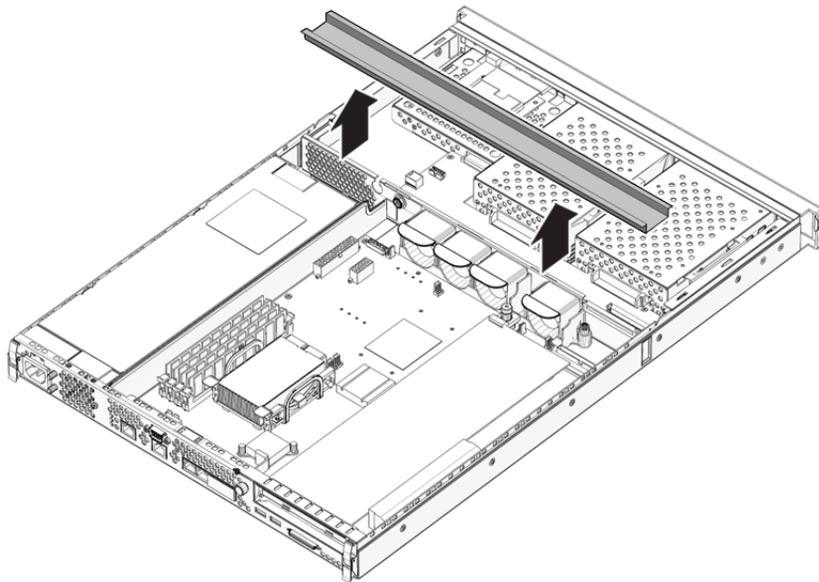

FIGURE 1-5 Retrait du fer en U
4. Détachez le fer en U qui traverse les serveurs et retirez-le (FIGURE 1-5).